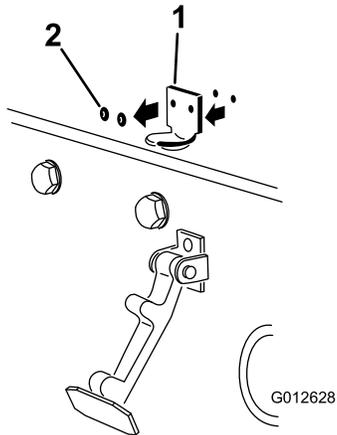

図 7
2. フードラッチブラケットをフードに固定しているリベット2本を外す 図 7。フードからフードラッチブラケットを外す。